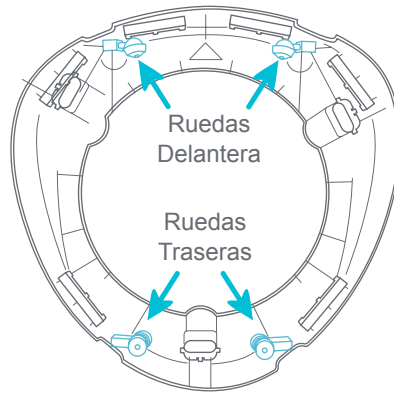

Fig. 7a
- 7 • Ubique las dos ruedas delanteras debajo de la base como se muestra en el diagrama (Fig. 7a).
- 8 • Localice las dos ruedas traseras en el diagrama (Fig. 7a).